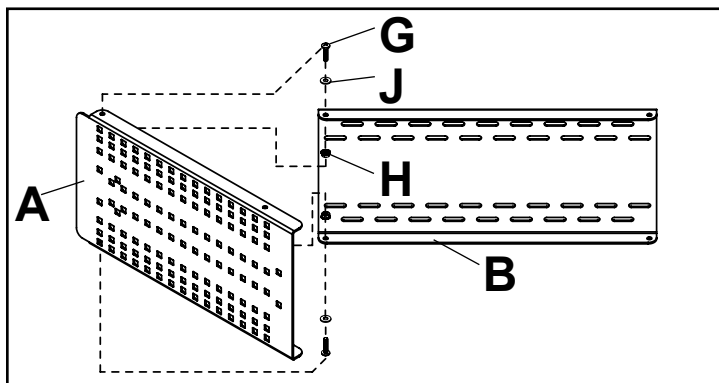
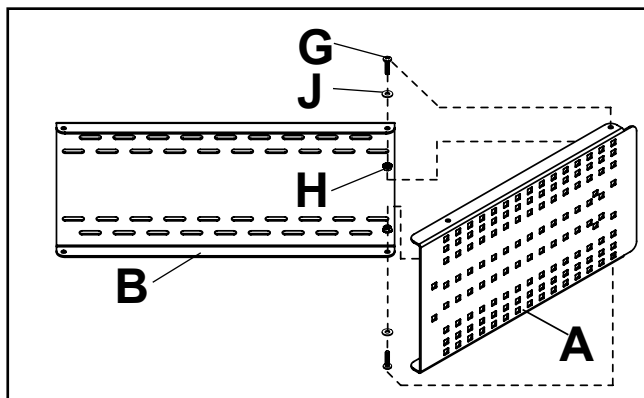

fig. 2.1
fig. 2.3
- 2** Fixez la plaque d'interconnexion (A) à la plaque murale (B) à l'aide d'une vis Phillips à tête ronde 1/4-20 x 1 po (G), d'une rondelle plate 1/4 po (J) et d'un écrou de blocage à embase crantée 1/4-20 (H) comme illustré à la fig 2.1 ou 2.2 pour les coins intérieurs ou aux fig 2.3 et 2.4 pour les coins extérieurs. Répétez l'opération pour la plaque d'interconnexion du mur opposé.